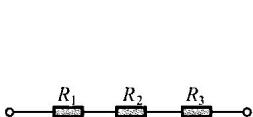

图 1-3 串联电路
(11) 串联电路——电路中几个电阻首尾依次连接, 流过同一电流, 这种连接电路叫做串联电路。在串联电路 (如图 1-3 所示) 中